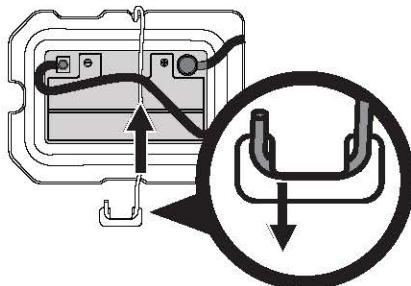

Figura 22
**NOTA:** el mazo de cables debería colocarse sobre la parte superior de la barra de sujeción de batería. De no ser así, el mazo de cables podría resultar dañado (Figura 22 en la página 51).
- Extraiga la barra de sujeción de la batería empujando el extremo de acoplamiento hacia afuera de la lengüeta de la tapa de protección que está a la derecha de la batería. Luego levante la barra de sujeción de la batería para liberar la batería (Figura 22).